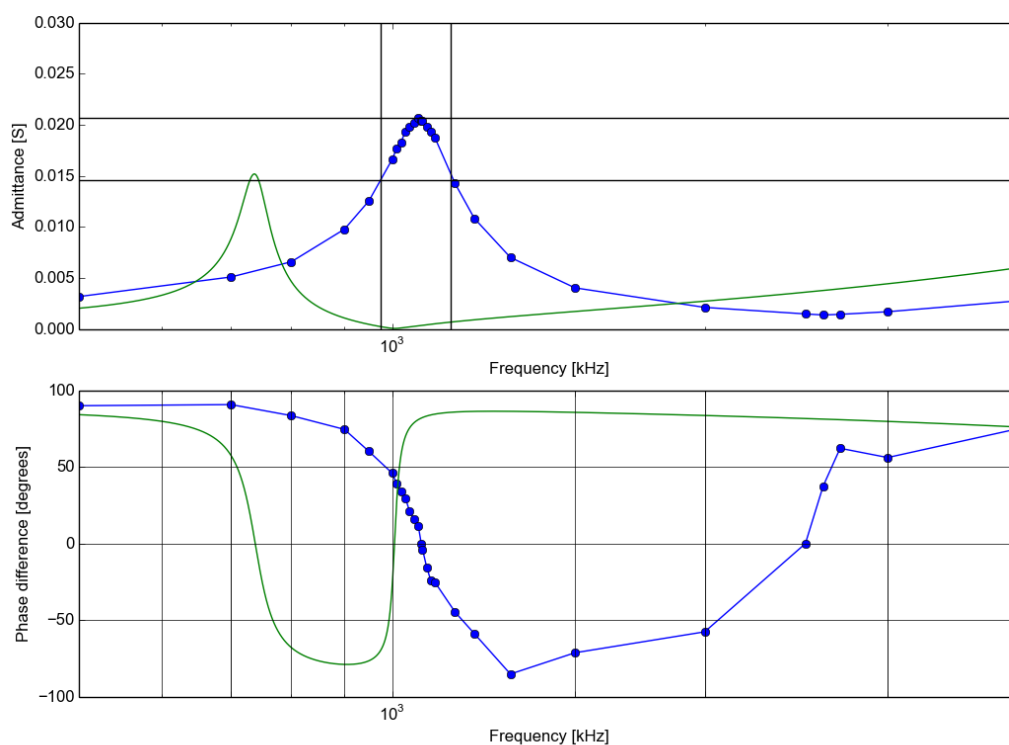

図 3 周波数特性の実測値と理論値
さて、周波数はこの虚軸上正の部分を書くから、まず原点では 1 つの零点との距離が 0 なので振幅の利得が 0 なのは当然だが、極・零点ともに 3 つずつあるのでその振る舞いは一見して共振周波数がわかるほど自明ではない。位相についても同様である。従って、これらの周波数特性を、(2) 式及び (3) 式に基づいて数値計算して（実験結果のデータセットとともに）プロットするプログラムを用意した（レポート未付録資料、参考コード 1）。その結果のグラフが、図 3 である。